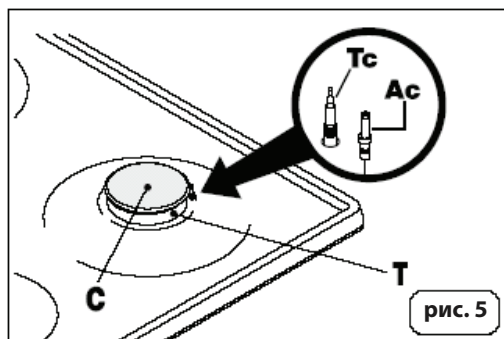

рис. 5
Конфорки могут быть оснащены безопасной зажигалкой (Flame Safety Device, FSD = Термозлемент рис. 5 «Тс»).
- В случае, если конфорка оснащена безопасным термозлементом (FSD = Термозлемент рис. 5 Тс), повторите операции, описанные ранее в пункте
Поверхность плиты, кастрюли, эмалированные крышки горелки (C) и горелки (T) (см. рис. 5) необходимо очищать каждый раз после использования в теплой мыльной воде, их промывают и сушат, чтобы сохранить их в хорошем состоянии. Никогда не приступайте к мытью, когда поверхность еще теплая. Не используйте металлические или абразивные очистители, абразивные порошки или коррозионные продукты распыления. Никогда не оставляйте уксус, кофе, молоко, соленую воду, лимонный или томатный сок в течение длительного времени на поверхности.
- Убедитесь, что конфорки установлены правильно и накрыты соответствующими их размеру крышками (см. рис. 5).